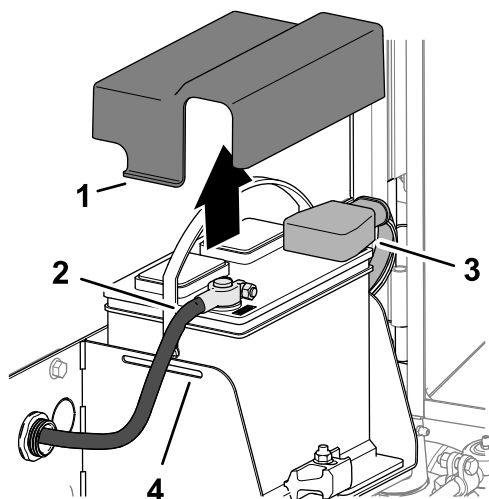

Рисунок 100
- Сожмите стороны крышки аккумулятора и снимите крышку с поддона аккумулятора (Рисунок 100).